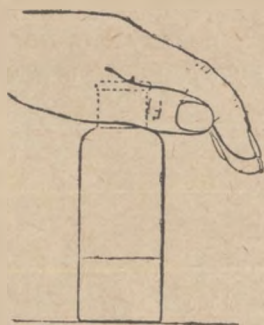

Рис. 127. Опыт с растворимостью углекислого газа в воде.
*Задача 19.* Наполните банку углекислым газом. Влейте в нее около  $\frac{1}{3}$  банки воды и, плотно закрыв ладонью (рис. 127), сильно взболтайте. Что вы замечаете? (154).